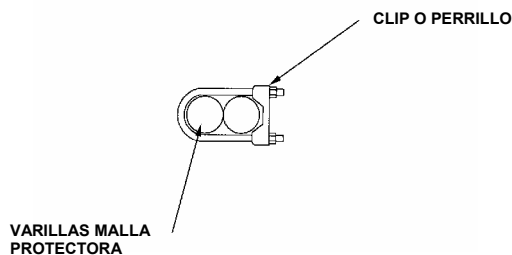
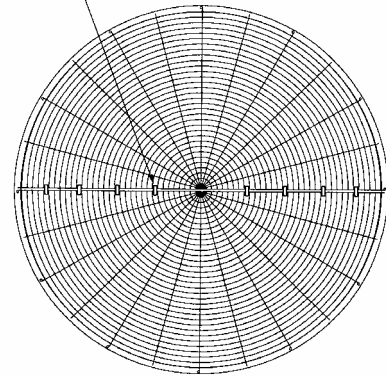

Figura 16 - Colocación de Clips
Figura 17 - Separación entre Clips
3. Unir las dos mitades de la malla protectora con clips o perrillos (Figura 16). Hay 4 clips en cada lado de la malla y deben espaciarse como se muestra en la figura 17.
3. Unir las dos mitades de la malla protectora con clips o perrillos (Ver figura 16). Hay 4 clips en cada lado de la malla y deben espaciarse como se muestra en la figura 17.